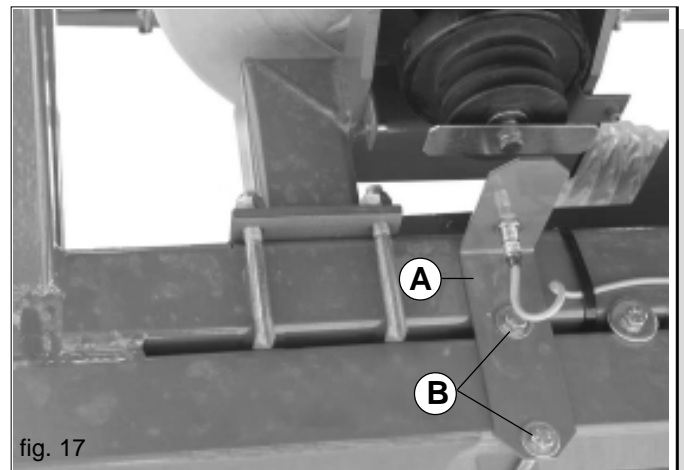

fig. 17
Alla presenza del sensore della velocità di rotazione della soffiante (rpm), è necessario verificare il corretto posizionamento dello stesso davanti al campo di lettura (vedi Libretto Istruzioni accessorio). Eventualmente spostare il supporto sensore (A Fig. 17) allentando le viti (B).